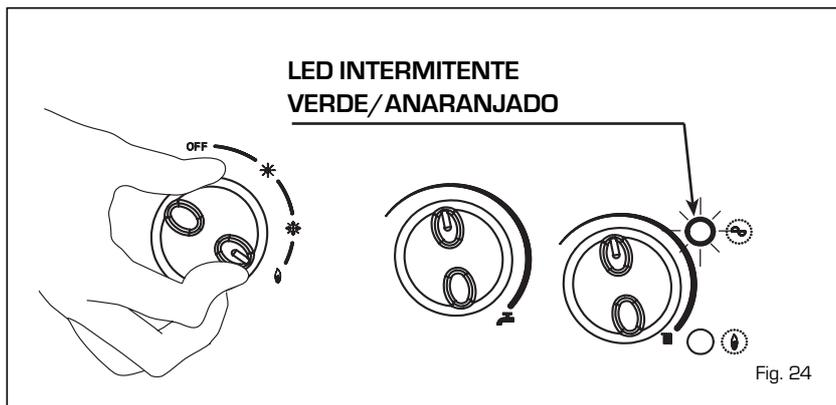

Fig. 24
4.71 Función deshollinador (fig.24)